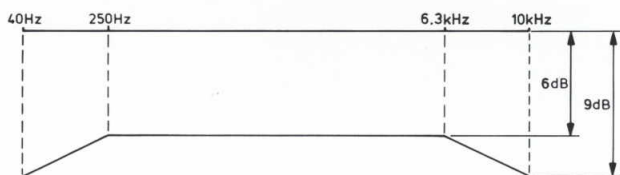

Fig. 5 23 742A12/A
- Sluit het apparaat via BU-5 (6) aan op de cassette service set.
- Apparaat in stand "weergave" met testcassette SBC126. De frequenties tussen 40 Hz en 10 kHz moeten liggen binnen Fig. 5.
- Gemaakte opname weergeven en de waarden in een grafiek uitzetten. De grenzen waar binnen de karakteristiek moet liggen zijn aangegeven in Fig. 5. (Indien nodig voormagnetisatiestroom verhogen of verlagen, zie hoofdstuk H).